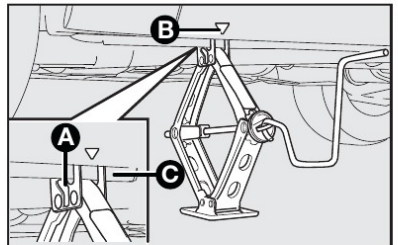

fig. 6
- Colocar o macaco onde está marcado o símbolo ▼ **B-fig. 6** ou 7 (algumas versões) perto da roda a substituir, e certificar-se de que a ranhura **A** do macaco esteja bem encaixada na longarina **C**.